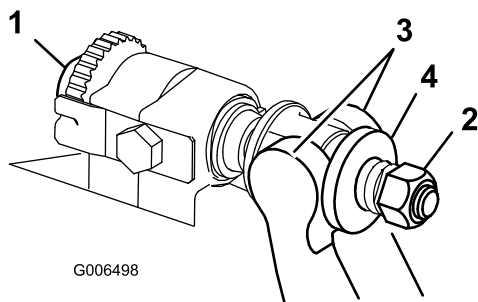

图13
1. 逆时针旋转底刀架调节螺丝，将底刀后撤离开滚刀（图13）。
2. 退出弹簧加压螺母、直到垫圈不再对底刀架（图13）施压。